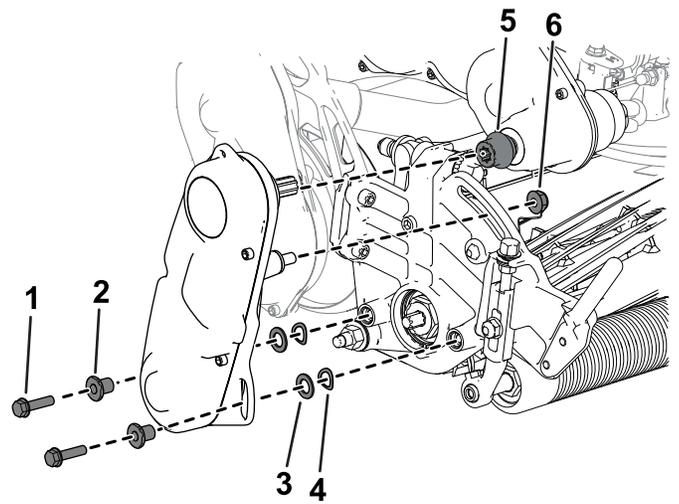

図 49
3. カッティングユニットからリール駆動アセンブリを外す 図 49金具類は捨てないこと。